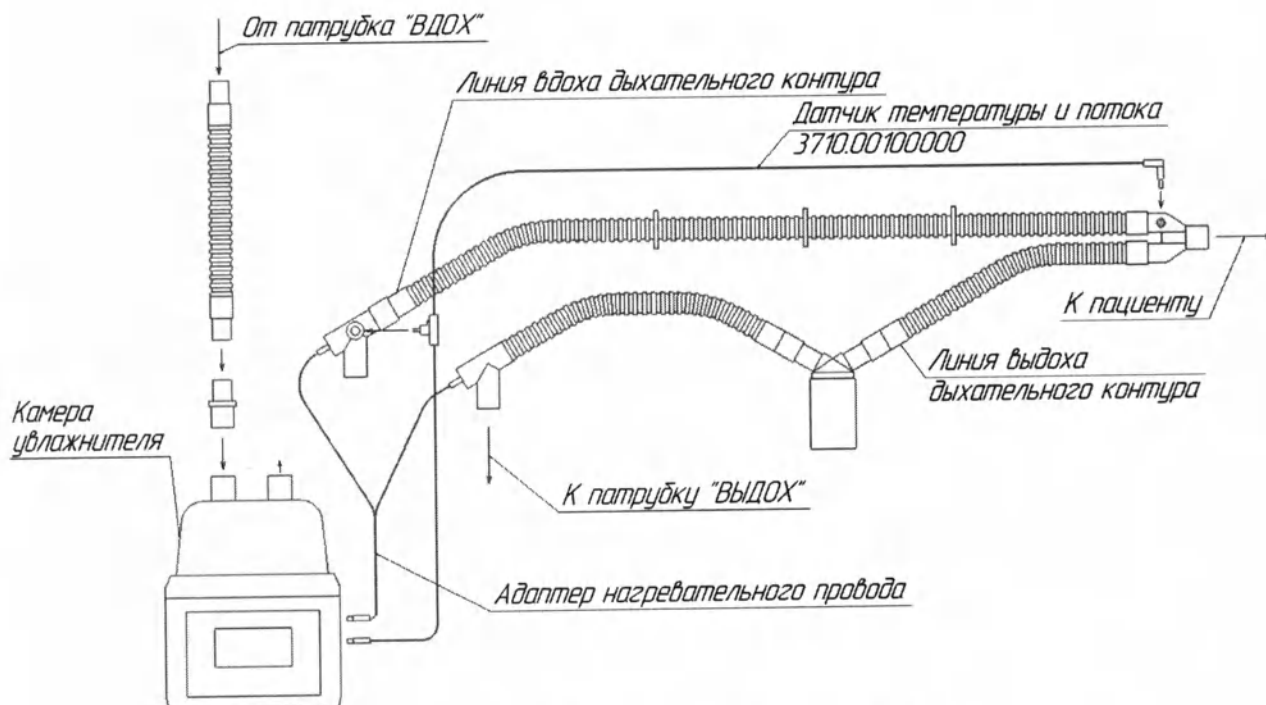

Рисунок 7 – Схема сборки увлажнителя
10) При работе с датчиком температуры и потока 3710.00100000 подключите вилку кабеля датчика к соответствующему разъёму увлажнителя (рисунок 2). Вставьте конец кабеля датчика с температурным сенсором в температурный порт тройника пациента. Разъём в средней части кабеля датчика с сенсорами температуры и потока вставьте в отверстие тройника линии вдоха (рисунок 7).